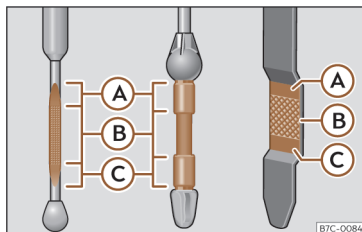

Fig. 199 Jauge d'huile moteur.
Légende de la >>> **fig. 199** :
- Puis retirez-la à nouveau et vérifiez le niveau d'huile >>> **fig. 199**. Faites l'appoint d'huile moteur si nécessaire.
- Dès que le niveau d'huile atteint la zone >>> **fig. 199 B**, revissez soigneusement le couvercle de l'orifice de remplissage >>> . Spécifications d'huile moteur >>> **page 322**.